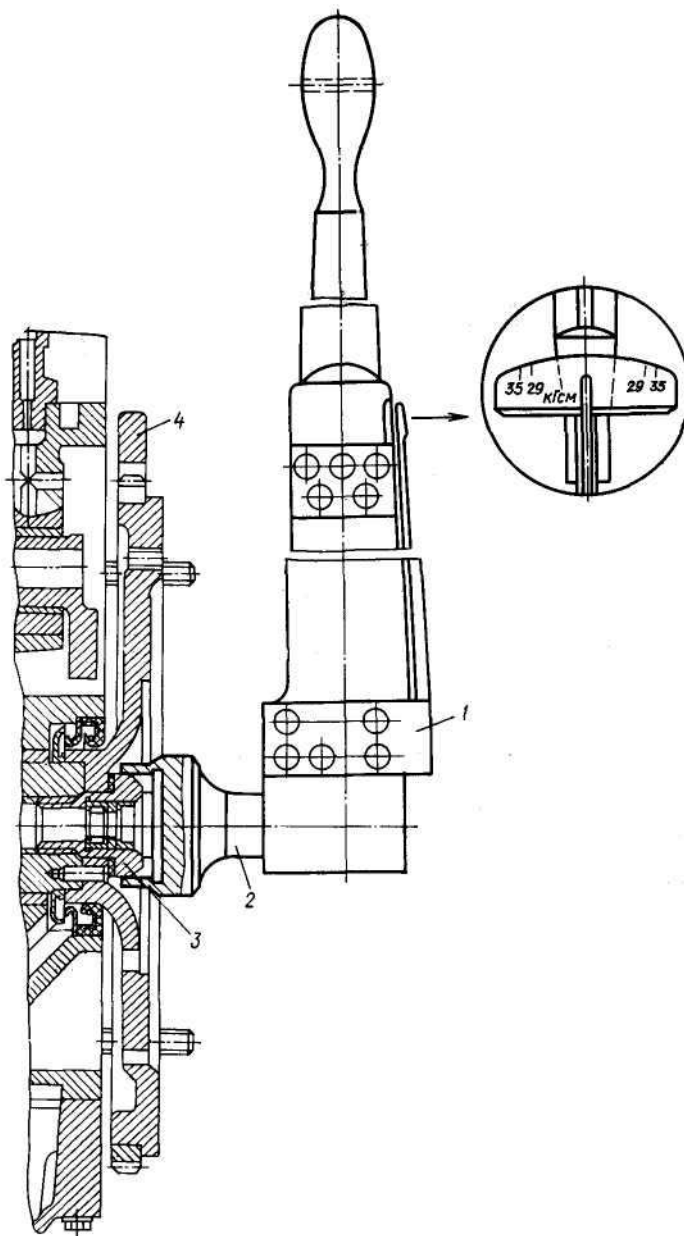

Рис. 46. Отвинчивание болта маховика:
- отвинтите болт маховика и снимите болт совместно со стопорной шайбой (рис. 46). Введите две оправки между картером и маховиком. Отжимая маховик оправками, снимите его с коленчатого вала;